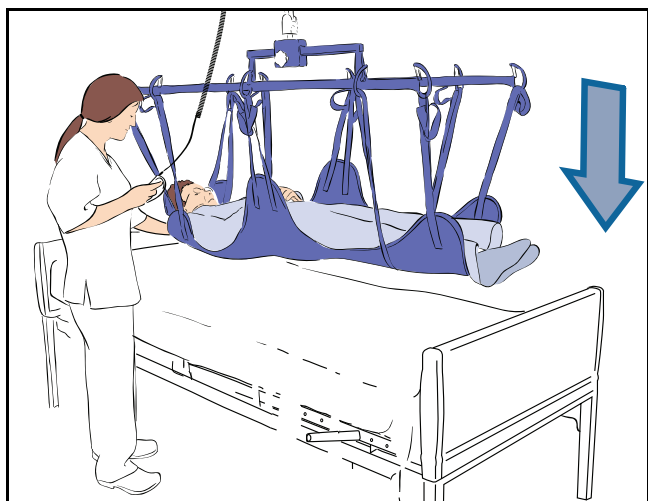

図 16
- 10) 患者様を移乗先に降ろします (図 16 参照)。